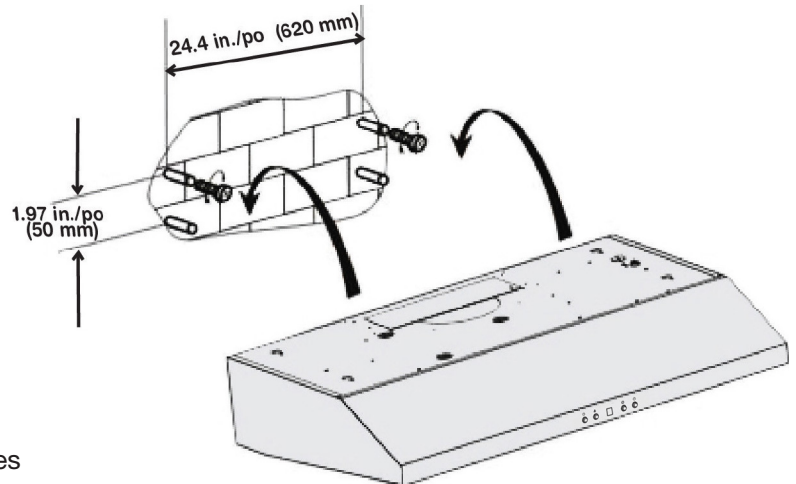

Figure 14
- Marquer la position de montage ou y percer quatre petits trous selon les dimensions indiquées dans les schémas ci-dessous. (Figure 14).